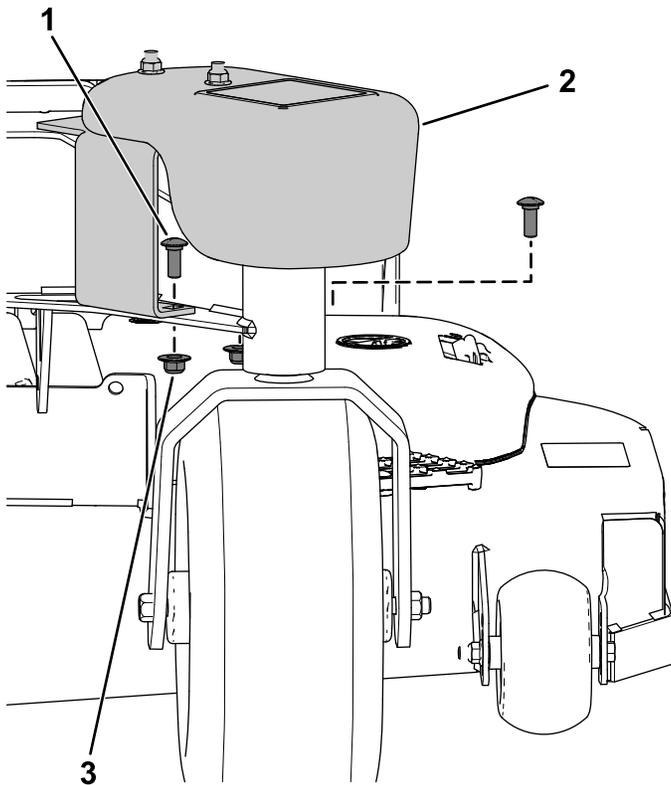

Figure 6
1. Fixez la masse au bras pivotant à l'aide de 2 boulons de carrosserie ($\frac{3}{8}$ " x 1") et 2 écrous à embase ($\frac{3}{8}$ "), comme montré à la Figure 6.